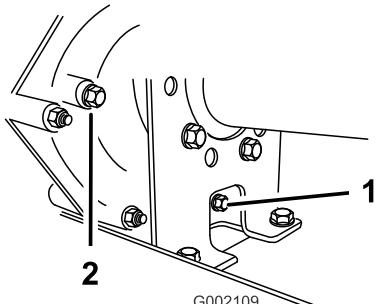

図 57
2. 補給口およびドレン口の周囲をウェスできれいにふき取る 図 57。
4. 補給プラグを左に回して抜きとる 図 57。
5. ドレンプラグを左に回して抜きとる 図 57。
6. ガスケットとドレンプラグを元通りに取り付ける 図 57。
7. 補給口から、オイル溜め 図 58 に、所定のトランスマッショントラブル約 1.4 リットルを入れる。これで補給口のねじ山の下位置までオイルが入る 図 57。
8. ガスケットと補給プラグを元通りに取り付ける 図 57。
10. オイルの量を点検し、ねじ山の下位置よりも下がっている場合には適宜追加する 図 57。